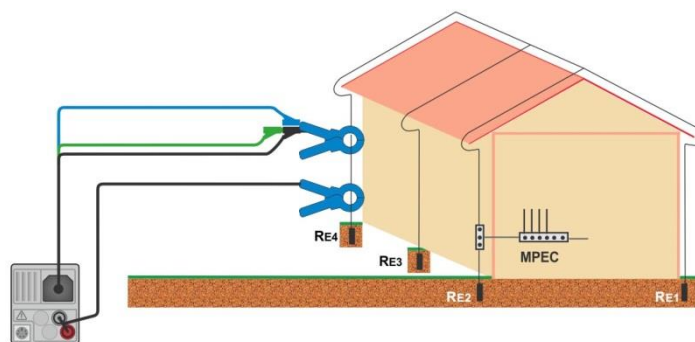

Figura 7.53: Medición de resistencia de tierra sin contacto
- › Conecte las pinzas al objeto a prueba, vea la **Figura 7.53**.